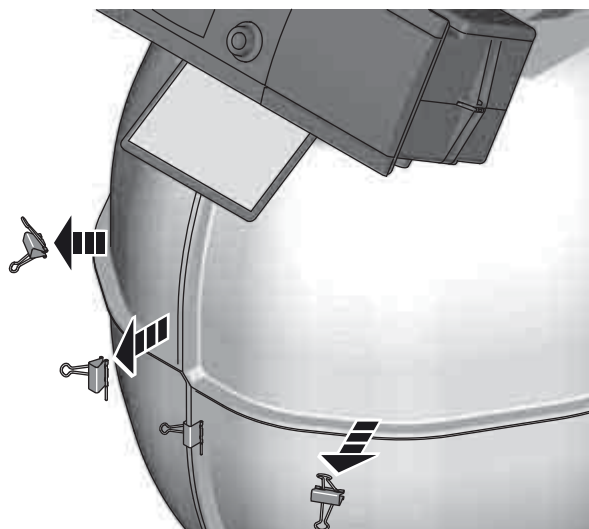

Figura 9-3 Rimozione della clip di fissaggio dei gusci isolanti
- Rimuovere le clip di fissaggio dai due gusci isolanti superiori (vedere figura 9-3).